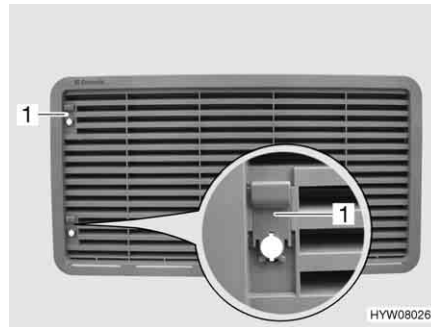

Fig. 187 Rejilla de ventilación del frigorífico (con corredera)
- Empujar la corredera (Fig. 187,1) hacia arriba.